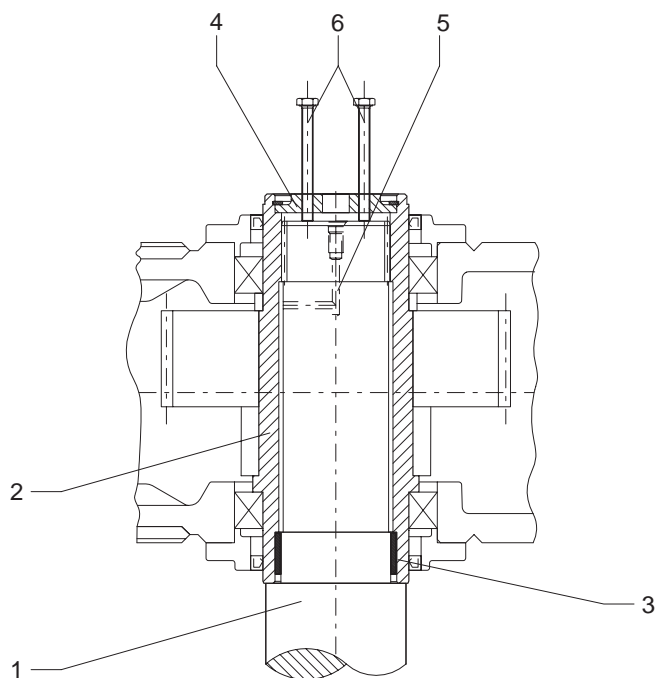

Рис. 6
- При образовании ржавчины на посадочных плоскостях для облегчения снятия передачи насосом закачать под давлением растворитель ржавчины в пустое пространство сверленного отверстия, чтобы он попал на посадочное место. Подача растворителя ржавчины осуществляется через сверленные отверстия в машинном валу (см. рис. 5) или в концевом диске (см. рис. 6).
- Отжатие передачи от машинного вала может быть выполнено по возможности на месте при помощи отжимного винта на концевом диске (см. рис. 6), центральным ходовым винтом или, предпочтительнее всего, гидравлическим агрегатом Лукаса.
- После достаточного действия растворителя снять передачу при помощи устройства согласно рис. 5 или рис. 6.